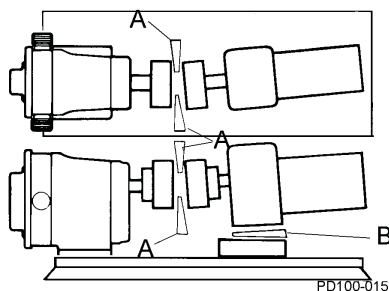

Abbildung 21 - Schrägausrichtung prüfen
1. Prüfen Sie mit einer Fühllehre oder einem Lehrdorn (Abbildung 21, Pos. A und B) die Fluchtung an vier Punkten, jeweils um 90° versetzt um die Kupplung herum. **Stellen Sie sie an allen Punkten auf das gleiche Maß ein.**